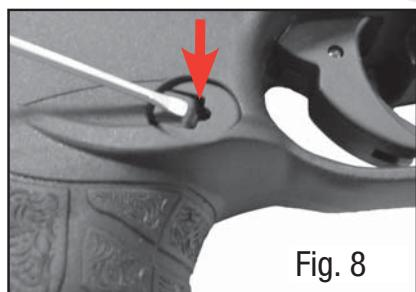

Fig. 8
- Introduzca el lado plano de la llave Allen (nº de art. 416.70.04.3) en el orificio del contrasporte (fig. 8).